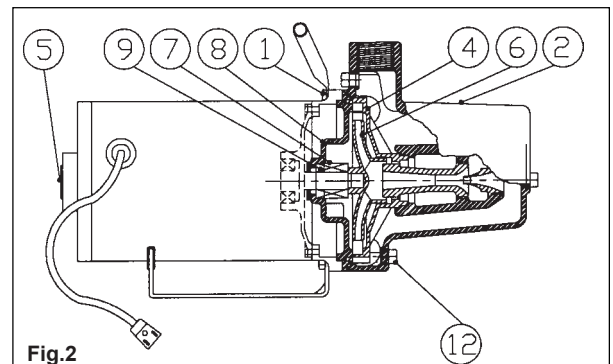

Fig.2
c) **Remplacement du joint d'étanchéité mécanique : (Voyez la Figure 2)**